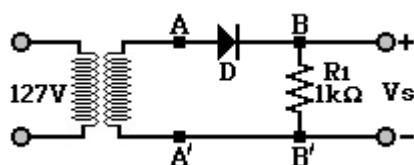

Figura 2.1
1. Arme el circuito de la figura 2.1, utilizando una terminal del transformador y el **TAP central**. Aún no conecte el transformador a la línea.
1. Diga qué función tiene R_1 en el circuito de la figura 2.1.